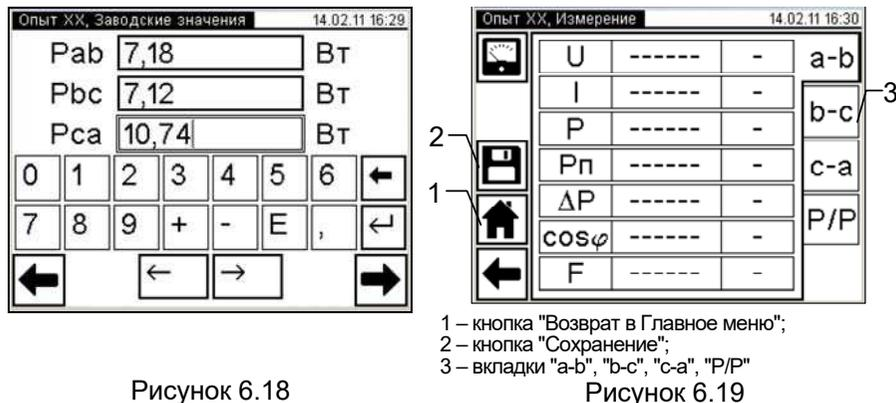

Рисунок 6.18
13) После выбора требуемого значения напряжения (окно согласно рисунку 6.16) или ввода нестандартного значения (окно согласно рисунку 6.17) нажать на кнопку  для перехода в окно "Опыт XX. Заводские значения" (рисунок 6.18).
14) Ввести заводские значения активной составляющей мощности (далее – потеря)  $P$  или значения, которые были получены при проведении предыдущего опыта XX, для чего нажать в поле "Pab" в окне "Опыт XX. Заводские значения" и ввести данные в поле для ввода, нажимая соответствующие кнопки с цифрами и буквами (рисунок 6.18). При необходимости воспользоваться кнопкой  – удаление символа перед курсором. Аналогично ввести значения в поля "Pbc", "Pca".